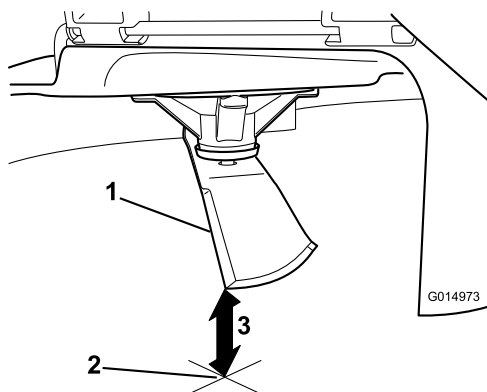

Figura 57
3. Meça da ponta da lâmina até à superfície plana (Figura 57).